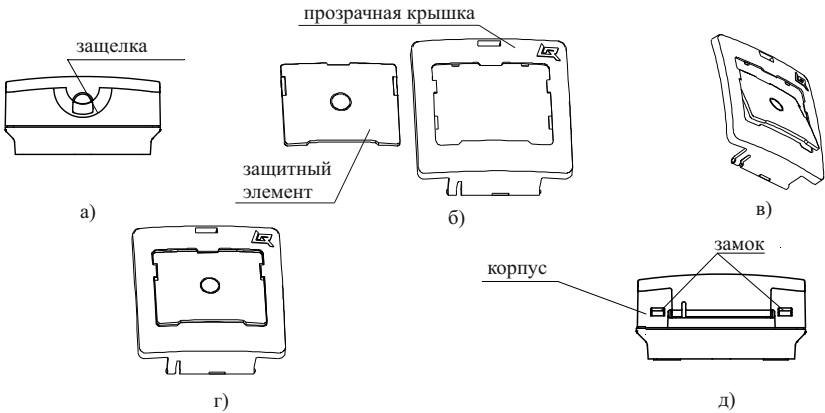

Рисунок 4
- 6.8 Для установки УДП необходимо отсоединить корпус от основания, нажав отверткой на замки (Рисунок 4 д). (При этом кнопка должна быть в отжатом состоянии).
6.14 Для того, чтобы вставить защитный элемент необходимо открыть прозрачную крышку, поддев зашелку в верхней части корпуса острым предметом (Рисунок 4 а). Далее прозрачная крышка показана отдельно от корпуса (снимать крышку с корпуса УДП не следует). Защитный элемент в положении, показанном на рисунке 4 б), ввести верхней кромкой в середину выреза прозрачной крышки (Рисунок 4 в) и, повернув, совмещая плоскости, защелкнуть нажатием на кромки защитного элемента (Рисунок 4 г).